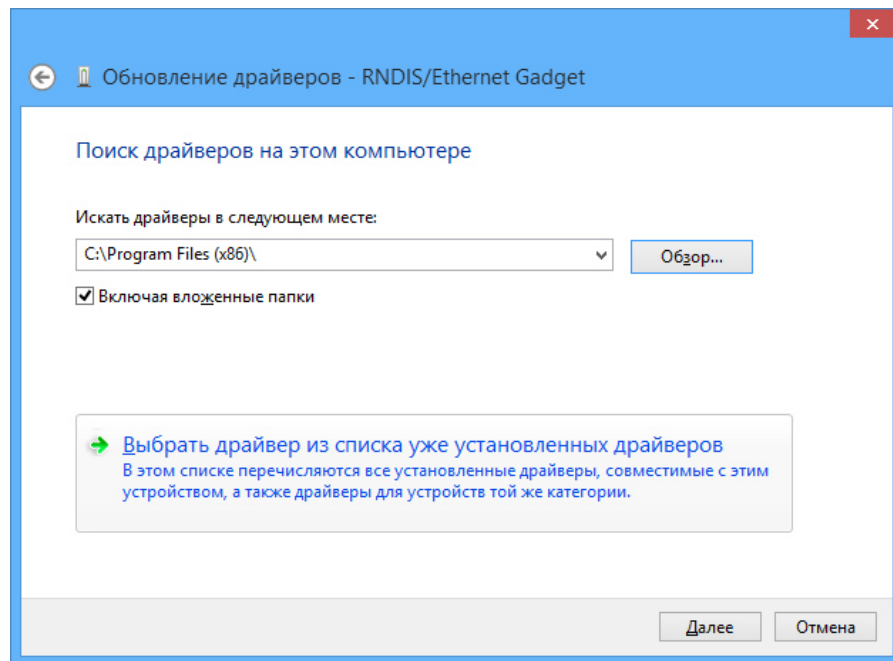

Рисунок 2.6 – Открытие списка установленных драйверов
6. Отобразить список драйверов, нажав «*Выбрать драйвер из списка уже установленных драйверов...*» в открывшемся окне (рисунок 2.6).